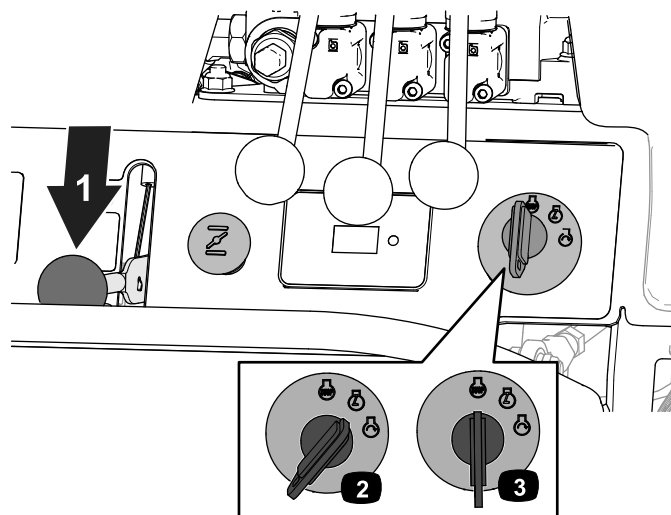

図 28
4. スロットルを低速位置に動かす 図 28。
5. イグニッションキーを STOP 位置に回す 図 28。